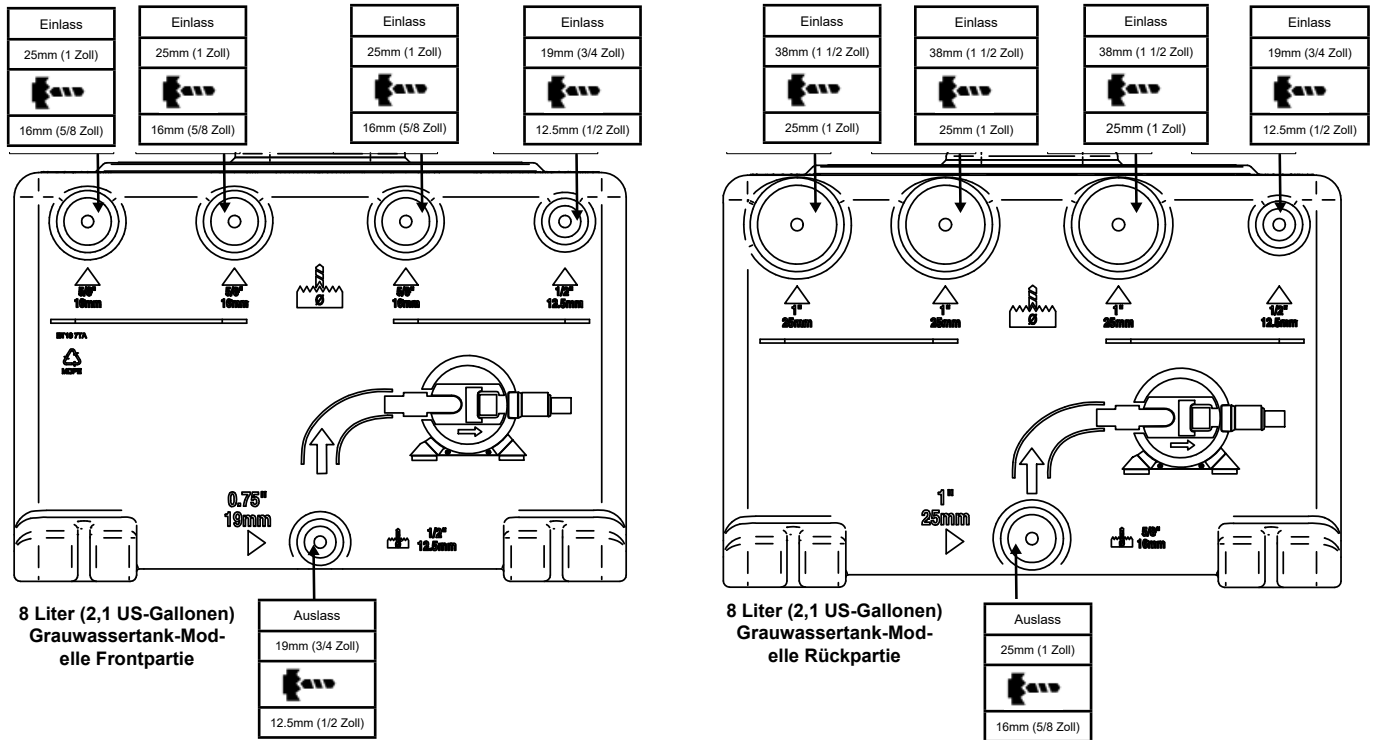

Abbildung 3 Anschlussgrößen und empfohlene Bohrdurchmesser für 8 Liter (2,1 US-Gal.) Grauwassertank
Schritt 1: Bohren Sie nur die Öffnungen, die im Rahmen der Montage zum Einsatz kommen. Die Anschlussgrößen und empfohlenen Bohrdurchmesser sind in Abbildung 3 für den 8-Liter-Tank (2,1 US Gallonen) dargestellt. Stellen Sie sicher, dass nach dem Bohren alle Späne aus dem Inneren des Tanks entfernt werden.